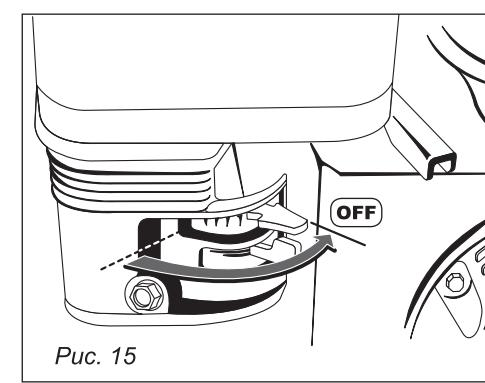

Рис. 15
- После запуска двигателя, медленно поворачивайте ручку управления воздушной заслонкой в положение «OFF» (рис. 15).